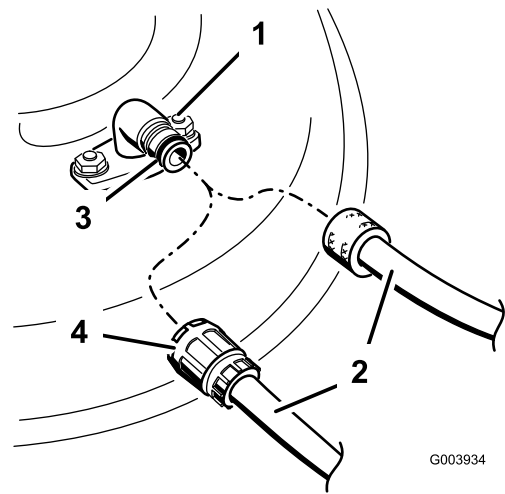

Figura 23
4. Conecte una manguera al conector de lavado, y abra el grifo al máximo (Figura 23).